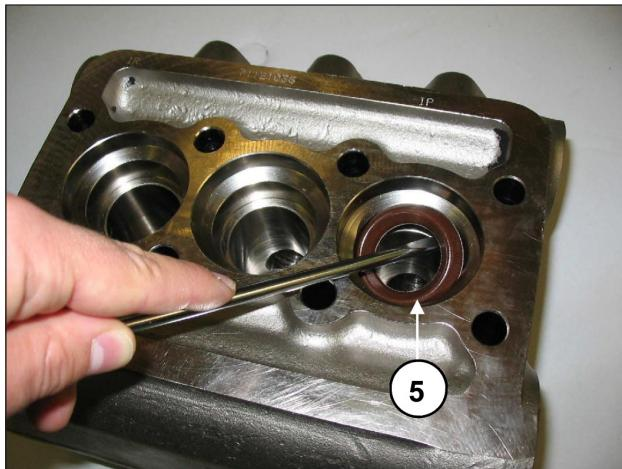

图21
- C) 从泵头抽出高压密封圈，从相应底座抽出低压密封圈，可使用如图21所示的简单工具（部件号⑤），注意不要损坏各自的底座。